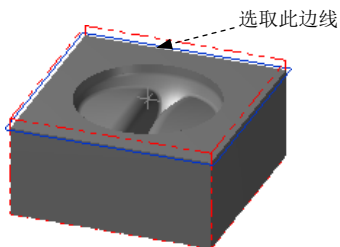
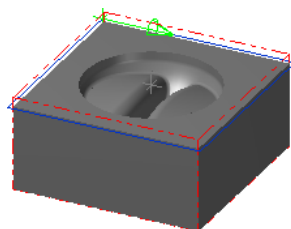

图 4.6 选取区域
图 4.7 定义区域
Step3. 设置加工区域。在图形区中选取图 4.6 所示的边线，系统自动选取图 4.7 所示的边链。单击 按钮，完成加工区域的设置，同时系统弹出“2D 刀具路径-平面铣削”对话框。